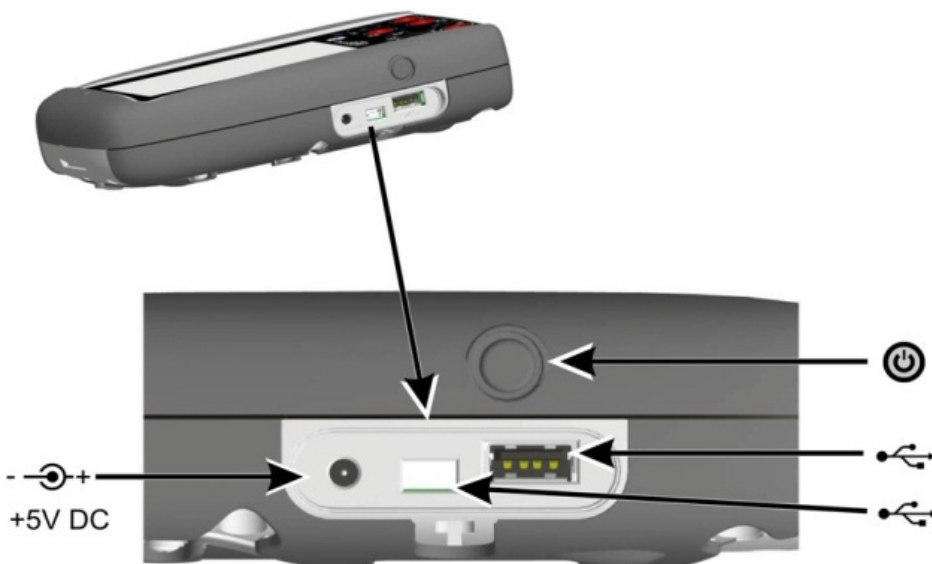

Abbildung 1-2
1. Schließen Sie das Gleichstrom-Netzteil an den +5 VDC-Anschluss an der Seite des Geräts an (siehe Abbildung 1-2).
2. Die Batterie kann auch über die USB-Anschlüsse geladen werden (siehe Abbildung 1-2).
Drücken Sie bei ausgeschaltetem Gerät kurz die Ein/Aus-Taste, bis die Anzeige blinkt (siehe Abbildung 1-2).